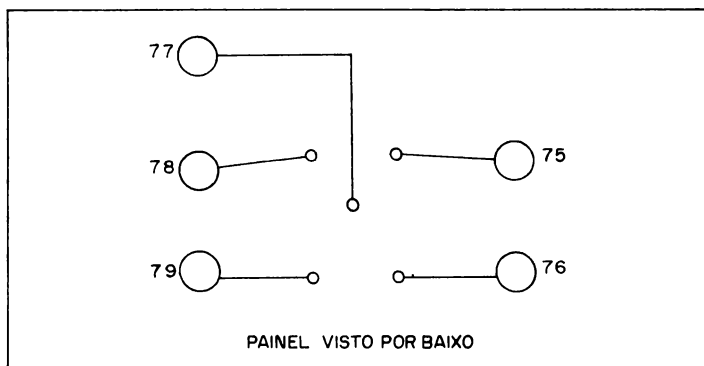

FIGURA 12
- () 59 - Você recebeu 2 diodos com invólucro de vidro; estes são os diodos de germânio 1N60. Note que uma das extremidades possui uma faixa colorida. Esta faixa identifica o catodo, o lado oposto é o anodo (*figura 12*).
- () 82 - Depois de encaixado mantendo o relê na posição, vire a base de montagem com a parte inferior para cima, e orientando-se pela figura 12 ligue os dois fios que saem de um dos lados respectivamente às partes inferiores das molas 75 e 76. Ligue o fio do centro à mola 77. Por fim ligue os dois fios que saem do outro lado às partes inferiores das molas 78 e 79.